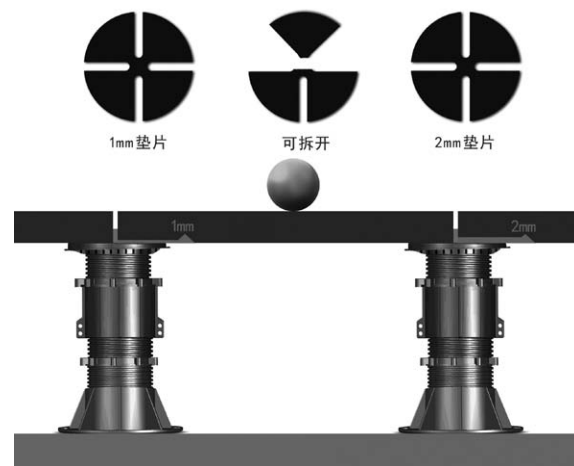

图9 垫片操作示意图
- (1) 工具：尼龙线、水平尺、L型钩工具、橡皮锤、美工刀等。
- (2) 石材精度要求：要求石材长度、宽度、厚度以及对角线尺寸偏差控制在 $\pm 1\text{mm}$ ，无裂纹、掉角和缺棱等缺陷，否则会影响安装进度及铺装效果。
- (3) 根据设计尺寸拉十字控制线，摆放YKL®易卡联万能支撑器并调整高度和坡度。
- (4) 安装石材之前，应先放置橡胶垫片，再放置石材。石材加工过程中往往存在厚度不均的问题，安装过程中可通过垫片进行高度微调，消除石材自身的偏差。垫片规格为1mm和2mm厚，根据石材厚度偏差情况可增减垫片进行微调垫片最多不能超过3片，垫片可拆开使用，如图9所示。